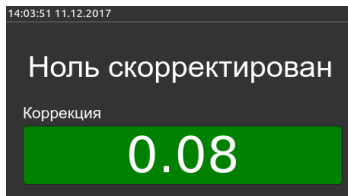

Рисунок 9. Ноль скорректирован
7. на экране появится «Ноль скорректирован» и величина коррекции (рис.9).